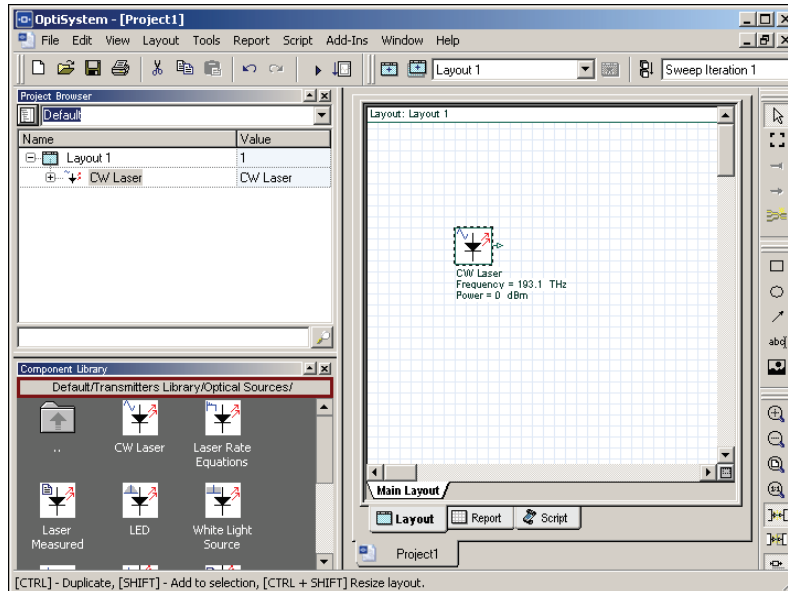

Figure 10. Ajout d'un laser CW à la disposition principale
- Faites glisser le laser CW vers la disposition principale (voir la figure 10).